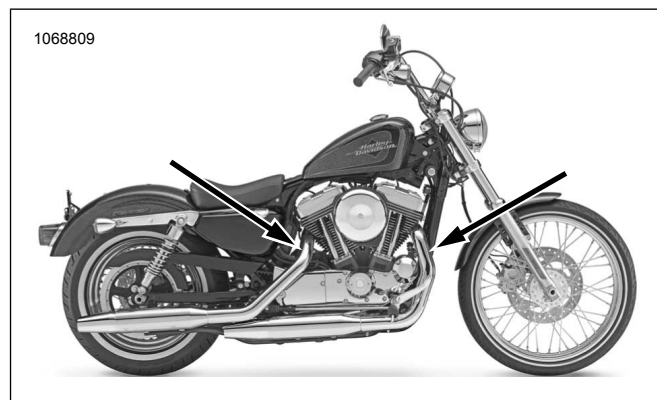
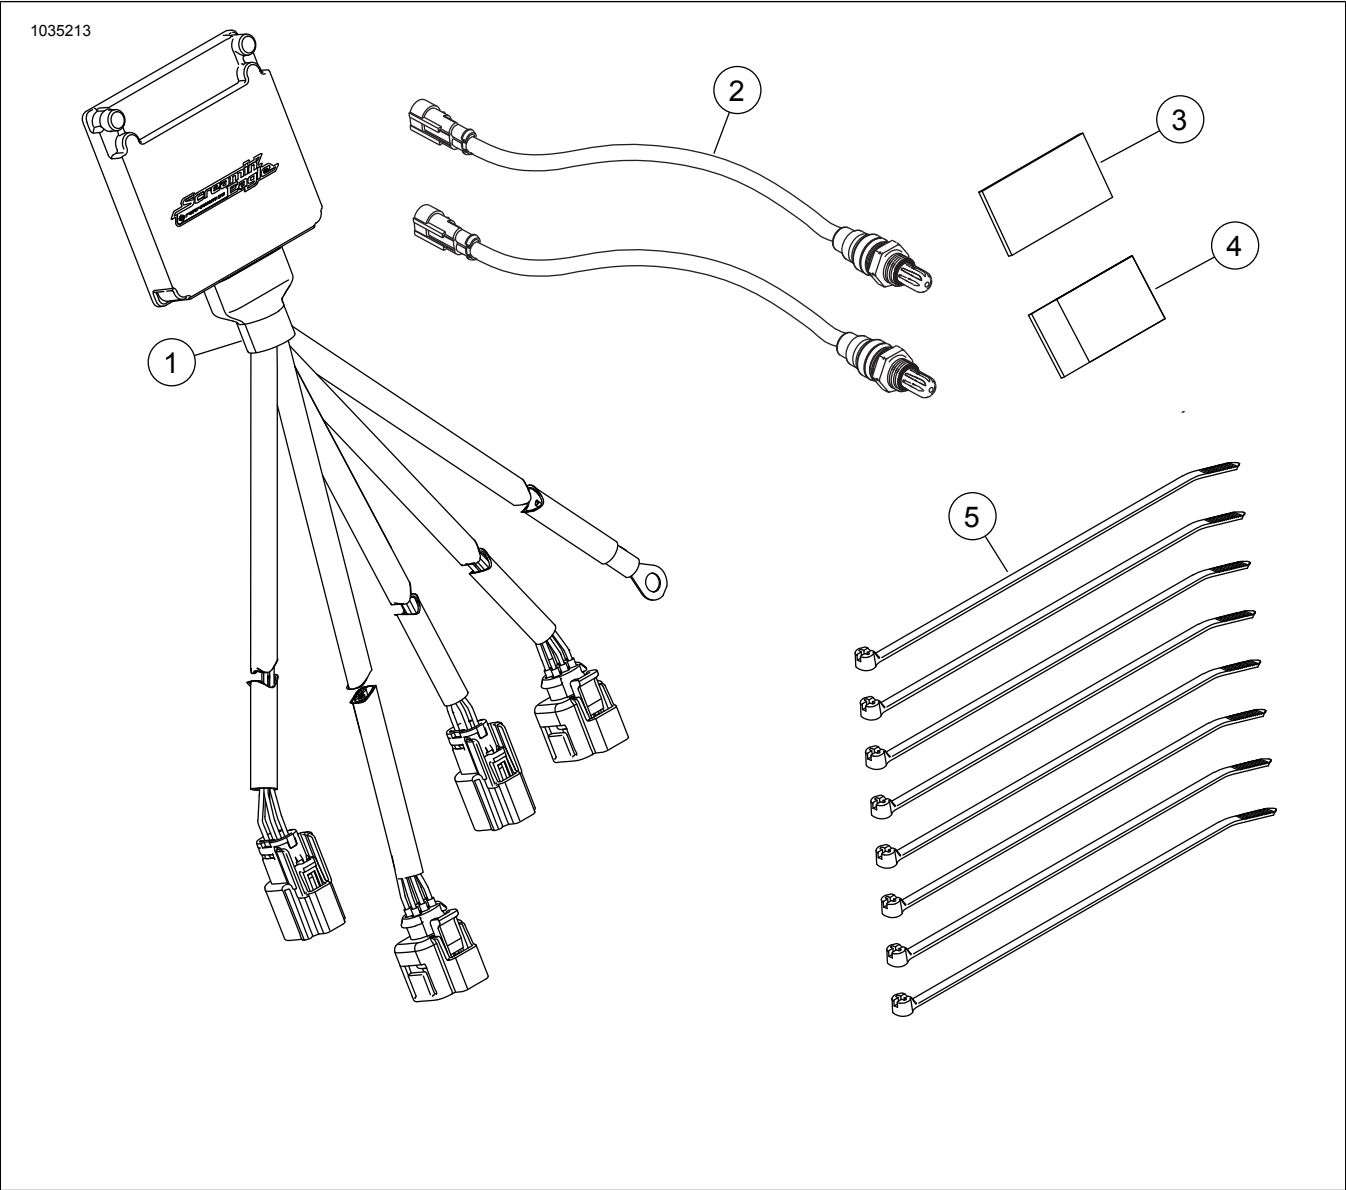

Figura 48. Localizações do sensor de oxigênio (lado interno dos canos de escape)
Figura 52. Conteúdo do kit: Kit do módulo de sintonização automática (ATM) Smart Tune Pro
Veja Figura 48, Figura 52 e Tabela 5. Instale os sensores de oxigênio do coxim largo (2). Usando o soquete do sensor de oxigênio (Peça n.º HD-48262-A) aperte com torque de: